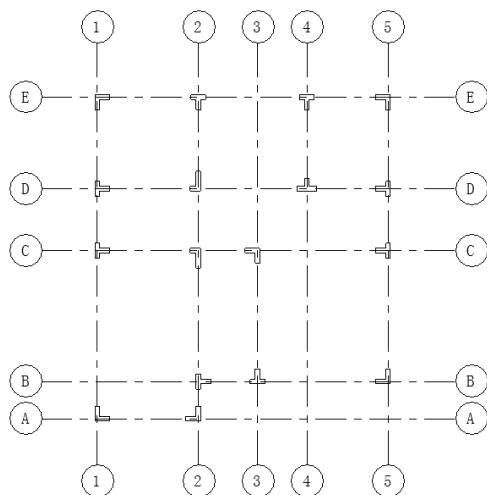

图 5-54 放置 Z4b 柱子
(12) 重复“载入族”命令，载入 Z4b 柱子，将其放置在轴线 D 与轴线 4 交点上，然后利用“旋转”命令将其旋转 90°，结果如图 5-54 所示。
(13) 按住 Ctrl 键，选择图中所有柱子，单击“属性”选项板“结构材质”栏中的  按钮，打开“材质浏览器”对话框，选择“混凝土，现场浇注 -C25”材质，